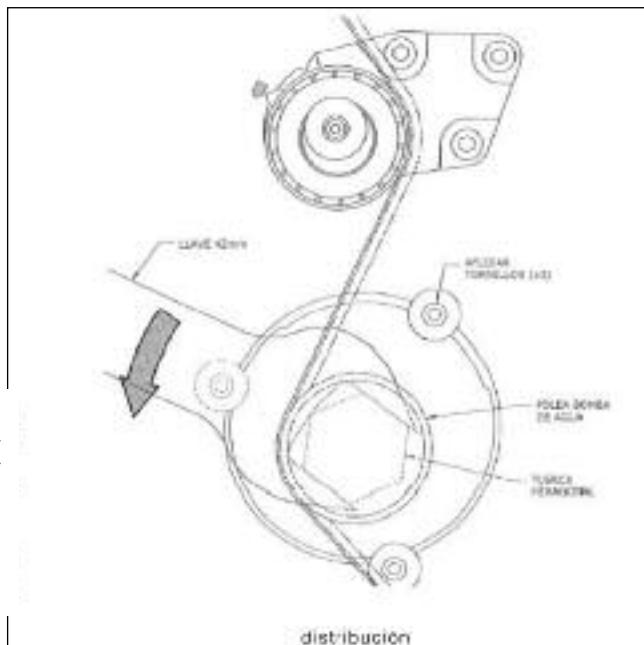
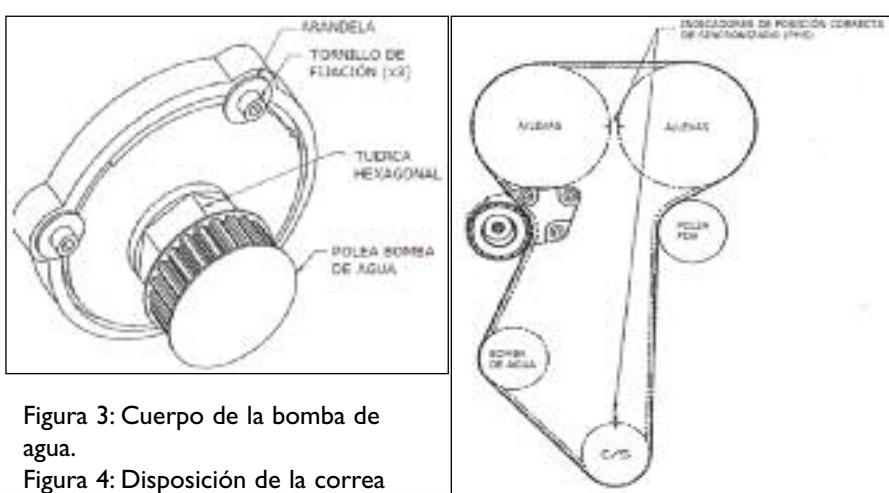

Figura 2: Girar el cuerpo de bomba de agua para retirar correa de distribución
Figura 3: Cuerpo de la bomba de agua.
3. Afloje apenas los tres (3) tornillos de sujeción de la bomba de agua, de modo que se pueda girar el cuerpo dicha bomba (Figura 2).
4. Gire el cuerpo de la bomba de agua EN SENTIDO ANTIHORARIO con una llave de 42mm (Figura 2). La llave debe calzar alrededor de la tuerca hexagonal por debajo de la polea de la bomba (Figura 3).